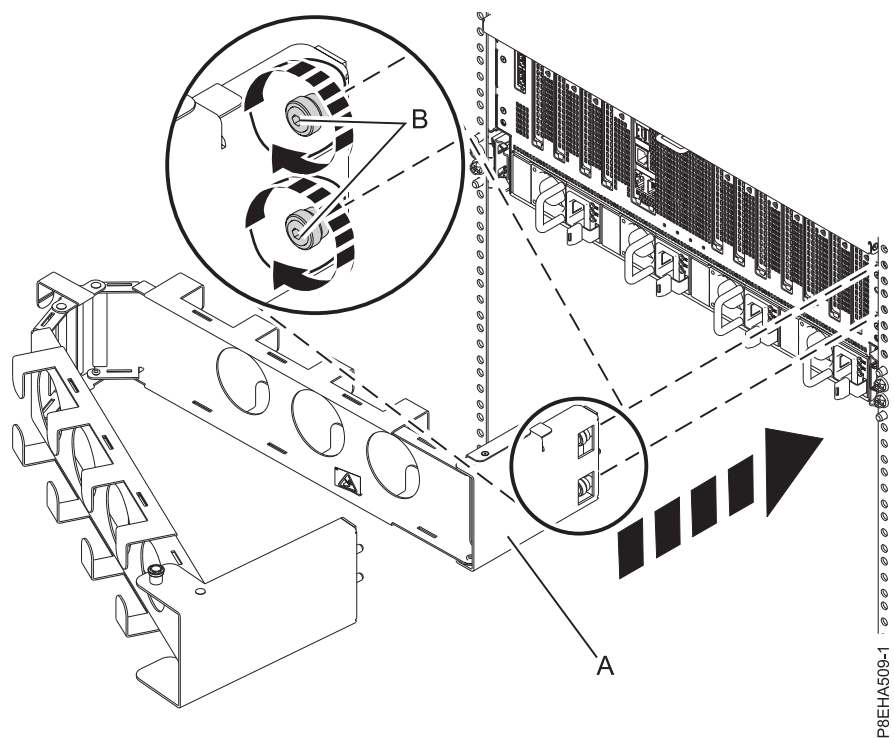

Abbildung 17. Innenplatte am Systemchassis befestigen
1. Befestigen Sie die Innenplatte (A) am Systemchassis, indem Sie die beiden Senkschrauben (B) per Hand in den Gewindebohrungen im Chassis festziehen, wie in Abb. 17 auf Seite 18 gezeigt. Verwenden Sie den T25-Hexschlüssel, der im Lieferumfang des Systems enthalten ist, um die Schrauben weiter anzuziehen.